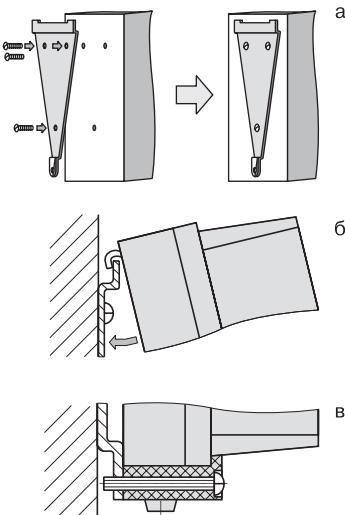

Рис. 11. Установка прибора настенного крепления
- Закрепите кронштейн тремя винтами M4 на поверхности, предназначенной для установки прибора (см. прил. А и рис. 11, а).
- Зацепите крепежный уголок на задней стенке прибора за верхнюю кромку кронштейна (рис. 11, б).
- Прикрепите прибор к кронштейну винтом M4x35 из комплекта поставки (рис. 11, в).